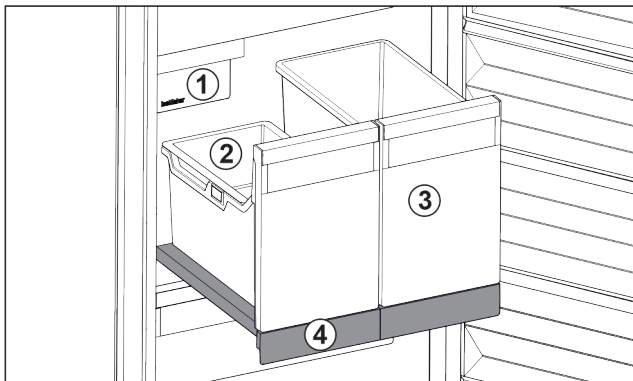

Fig. 27 Compartiment coulissant avec IceTower
- (1) IceMaker
- (2) Balconnet pour glaçons
- (3) Bac pour pizzas, boissons alcoolisées, etc.
- (4) Compartiment coulissant
Le compartiment coulissant comprend deux bacs hauts (IceTower). Le bac Fig. 27 (2) permet de recueillir et de stocker les glaçons de l'IceMaker. Les bacs Fig. 27 (3) sont conçus pour stocker des aliments hauts comme les pizzas et boissons alcoolisées.